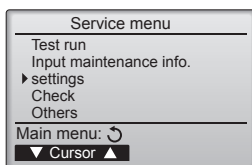

Fig. 6-2
6.2. Comando a distanza (Fig. 6-2)
- ① (Fig. 6-2)